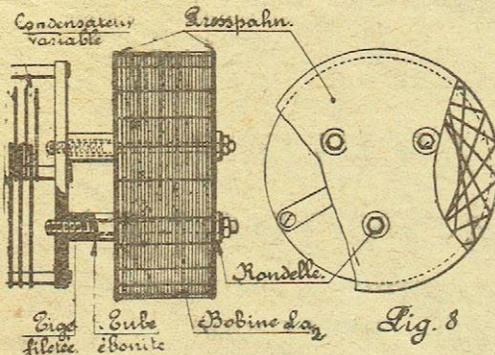

Fig. 8
**Bobine d'accord pour grandes ondes (La) et condensateur variable.** — Cette bobine est fixée derrière le condensateur variable comme le montre la figure 8 ci-contre. L'on voit que le bobinage en gabion placé entre deux disques en carton prespahn est maintenu par trois tiges filetées vissées dans la flasque arrière du condensateur.